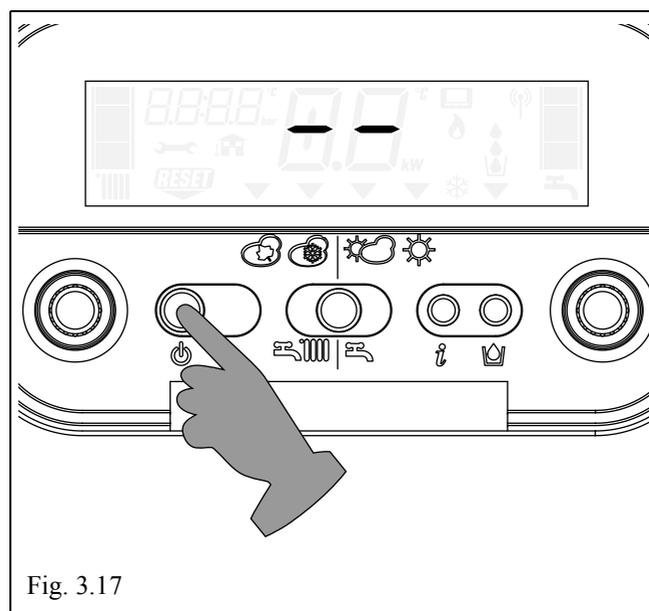

Fig. 3.17
**⚠ Le operazioni di programmazione dei parametri devono essere eseguite con caldaia in posizione OFF. Per far questo premere il tasto fino a visualizzare sul display -- (Fig. 3.17).**